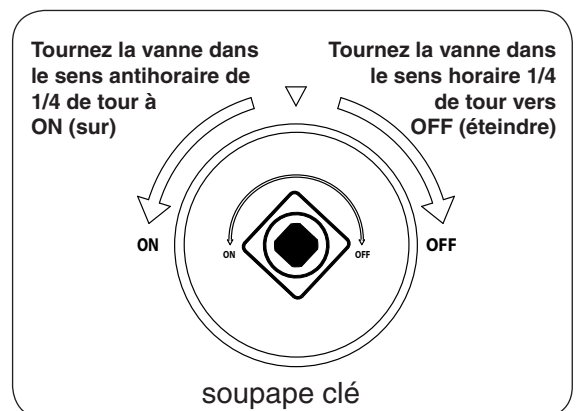

Fig. 32-2
4. **Une fois que le match est en feu et en position**, tournez la vanne clé sens anti-horaire d'un tour à la position **ON (sur)** 1/4 (voir Fig. 32-2). Votre brûleur devrait s'allumer.
Pour éteindre votre brûleur à gaz, tournez la soupape clé vers la droite d'une tour à la position **OFF (éteindre)** 1/4 (voir Fig. 32-2). Assurez-vous que la vanne clé est tournée entièrement au large pour éviter toute fuite de gaz.